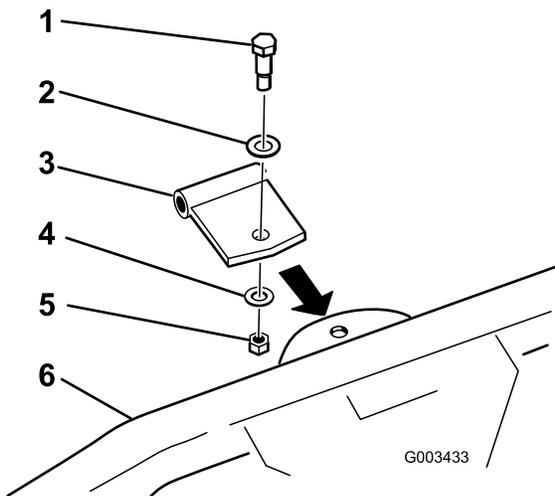

Figura 10
- Fissate la staffa orientabile diritta sul rastrello a molle con un bullone di spallamento, la rondella da 0,531 x 1,063 poll., la rondella da 0,469 x 0,922 poll. e il dado di bloccaggio da 7/16 poll., come illustrato nella Figura 10.